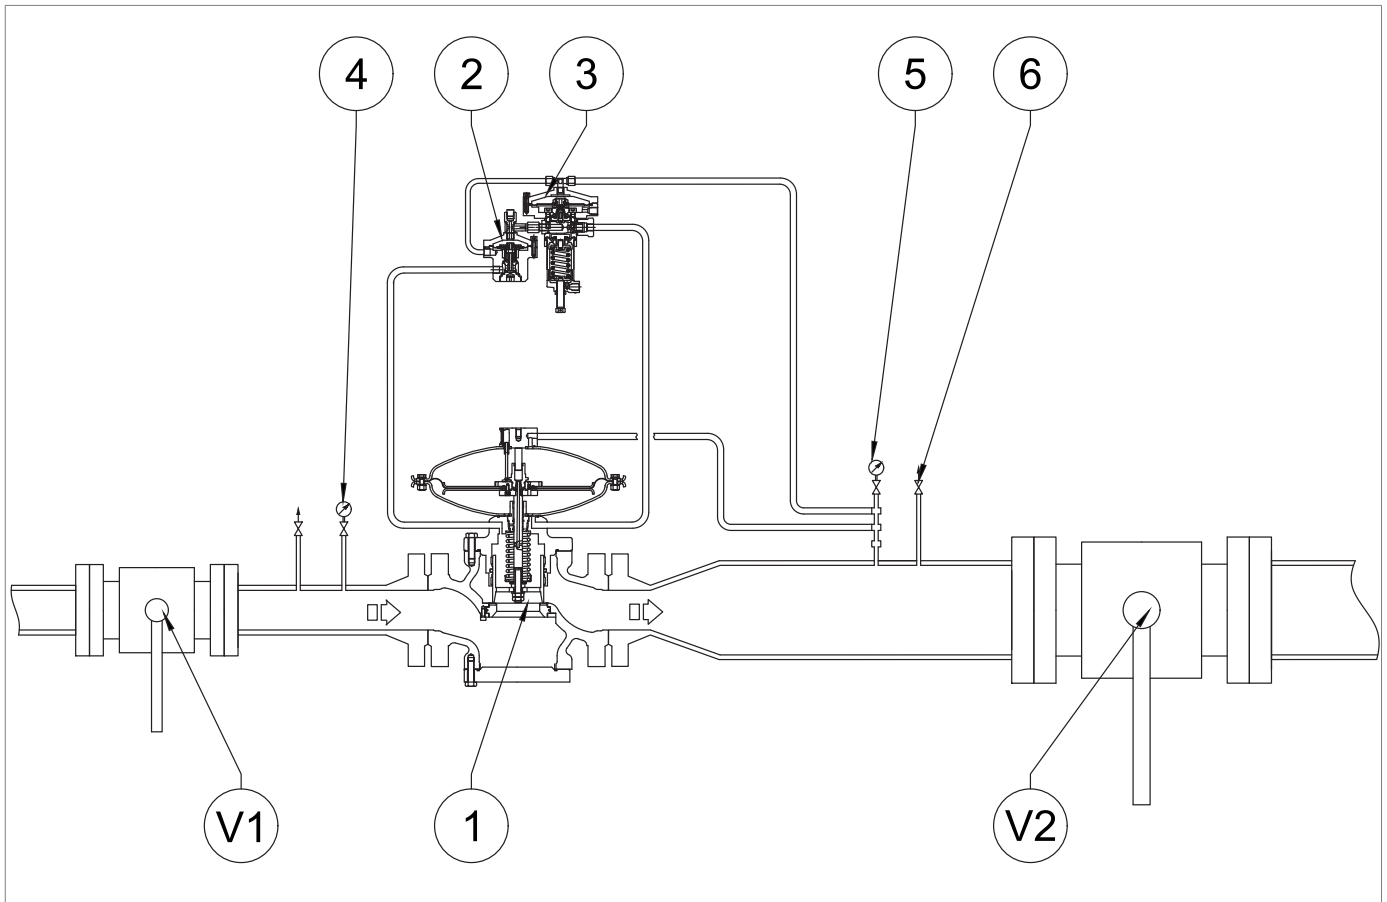

Abb. 8.32. Inbetriebnahme des Reglers REVAL 182
1	<p>! HINWEIS!</p> <p>Prüfen Sie den Druck mithilfe des Manometers (Abb. 8.32, Nr. 5), das sich nach dem Hauptregler befindet.</p> <p>Wenn das Sicherheitsabsperrventil:</p> <ul style="list-style-type: none"> • vor dem eingestellten Druckwert auslöst: den Einstellring (13) im Uhrzeigersinn anziehen, um die Feder (11) stärker zusammenzudrücken; • bei dem eingestellten Druckwert nicht auslöst: den Einstellring (13) lösen (gegen den Uhrzeigersinn), um die Feder (11) zu entspannen.
2	Den Druck im nachgeschalteten Teil durch Öffnen des Ablasshahns verringern (Abb. 8.32, Nr. 6), um ihn auf den Einstellwert des Hauptreglers zu bringen.
3	Schließen Sie den Ablasshahn (Abb. 8.32, Nr. 6).